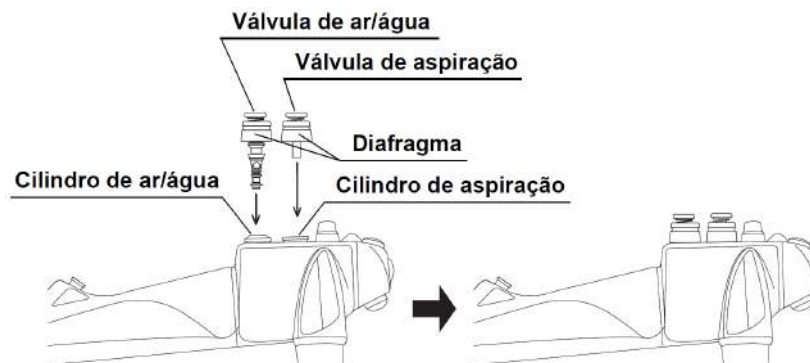

Figura 9. Acoplamento da válvula nos cilindros e alojamentos
- 1) Acople a válvula de ar e água no cilindro de ar e água do endoscópio (veja Figura 9).
- 2) Coloque a válvula de aspiração no cilindro de aspiração do endoscópio (veja a Figura 9).